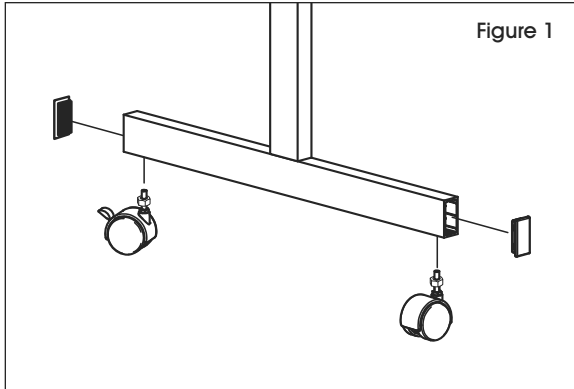

Figure 1
1. Vissez une roulette verrouillable et une non verrouillable dans chaque pied. Serrez complètement les écrous qui accompagnent chaque roulette. Insérez un capuchon d'extrémité en plastique à l'extrémité de chaque pied. (Voir Figure 1)